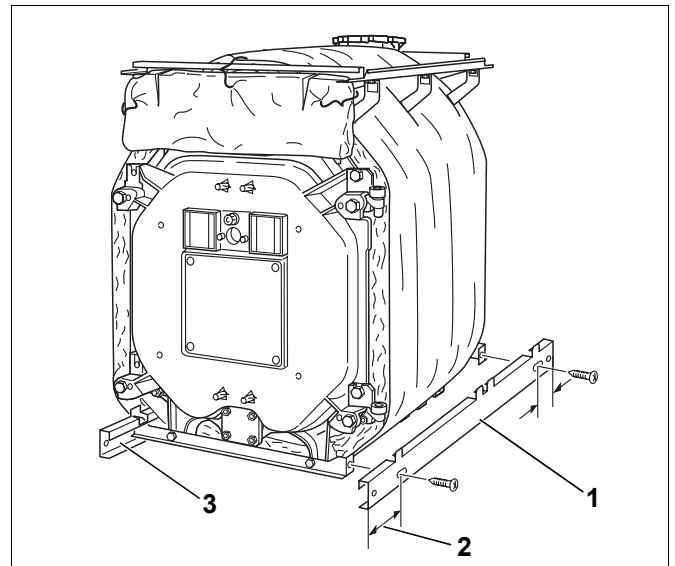

Fig. 47 Montaggio delle guide di zoccolo laterali
- Agganciare entrambe le guide di zoccolo (fig. 47, [1] e [3]) con la sporgenza lunga rivolta verso la parte anteriore (fig. 47, [2]) nelle traverse inferiori.